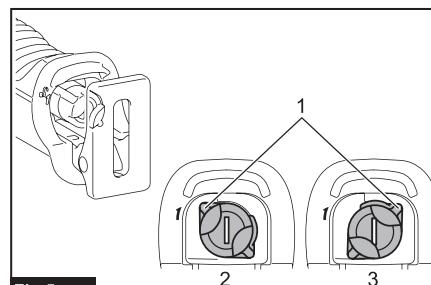

Fig.5
► Fig.5: 1. Leva del fermo lama 2. Posizione di rilascio 3. Posizione di fi saggio